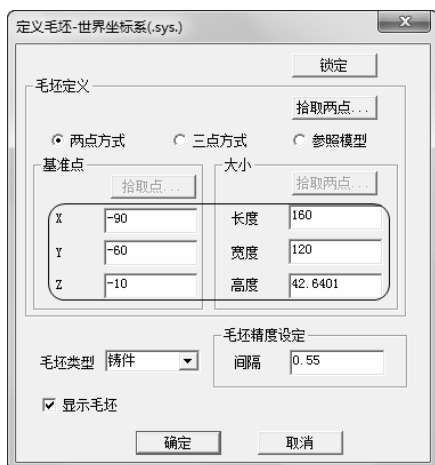
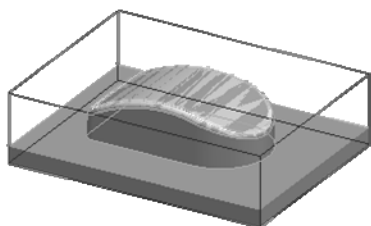

图 5-41 “定义毛坯-世界坐标系 (.sys.)”对话框
图 5-42 设置的工件
2) 设置毛坯形状为立方体，选中“两点方式”，设置的“基准点”与“大小”如图 5-41 所示。勾选“显示毛坯”，以在显示窗口中以线框形式显示毛坯，单击“定义毛坯-世界坐标系 (.sys.)”对话框中的“确定”按钮，完成加工工件设置，如图 5-42 所示。